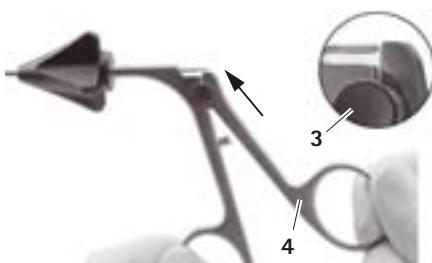

Abb. 10
- Bewegliches Griffteil 4 unter gleichzeitigem Fassen am Arbeitseinsatz 7 nach oben schieben, bis der Knopf 3 einrastet, siehe Abb. 10.